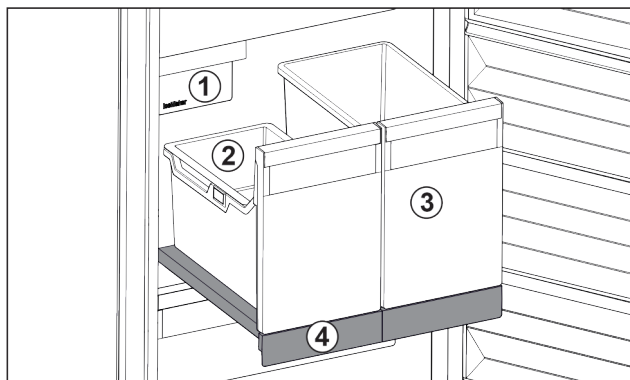

Fig. 79 Vyťahovacia polička s IceTower
- (1) IceMaker
- (2) Závesná miska na kocky ľadu
- (3) Nádoba napríklad na pizzu, alkoholické nápoje
- (4) Vyťahovacia polička
Na vyťahovacej poličke sú dve vysoké nádoby (IceTower). V nádobe Fig. 79 (2) sa hromadia a skladujú kocky ľadu z IceMaker. Nádoba Fig. 79 (3) sa hodí na skladovanie vysokých potravín, ako sú pizze alebo alkoholické nápoje.